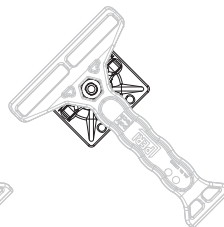

Fig. A3.00d
- Plaque-écrou orientable DW 15 (fig. A3.00d)